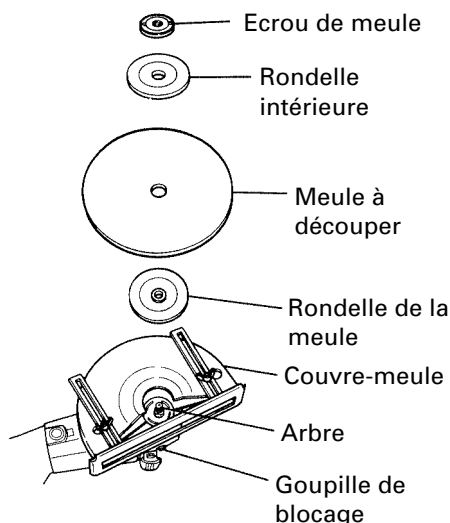

Fig. 2
Contrôler que la goupille de blocage est bien dégagée en poussant deux ou trois fois sur celle-ci avant de mettre l'appareil sous tension (voir Fig. 2).
### 1. Montage (Fig. 2 et 3)
- (1) Retourner la machine de manière à avoir l'arbre dirigé vers le haut.
- (2) Poser la rondelle de meule sur l'arbre.
- (3) Ajuster la saillie de la meule à découper sur la rondelle de meule.
- (4) Poser la rondelle intérieure sur la meule à découper et visser l'écrou de meule sur l'arbre.
- (5) Introduire la goupille de blocage pour empêcher la rotation de l'arbre et serrer l'écrou de meule avec la clé accessoire, comme le représente la Fig. 2.